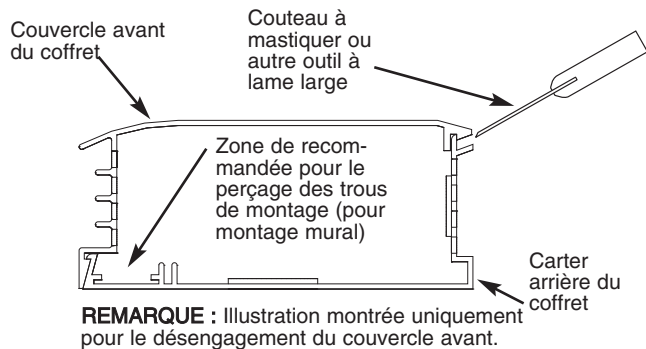

Fig. 2
16. Pour éviter d'endommager le radiateur, n'utilisez pas de tournevis pour séparer le couvercle avant du coffret arrière. N'utilisez qu'un couteau à mastiquer comme montré sur la Figure 2.
2. Enlevez le couvercle avant en couchant le radiateur sur le dos et en insérant un couteau à mastiquer (ou un autre outil à lame fine et large d'au moins 1" [25 mm]) à environ 6" (152 mm) de l'extrémité du radiateur, et en le dissociant comme montré en Fig.2. Cela va déclencher l'ouverture du verrouillage. Recommencez si nécessaire en vous déplaçant le long du radiateur, jusqu'au désengagement complet du couvercle hors du carter arrière du radiateur.
- Percez les trous de montage de la taille voulue dans le carter du radiateur (Voyez la Figure 2 pour l'emplacement recommandé des trous de montage).
- Percez les trous de montage de la dimension requise dans tous les carters de radiateurs (Voyez la Figure 2 pour l'emplacement recommandé des trous de montage).